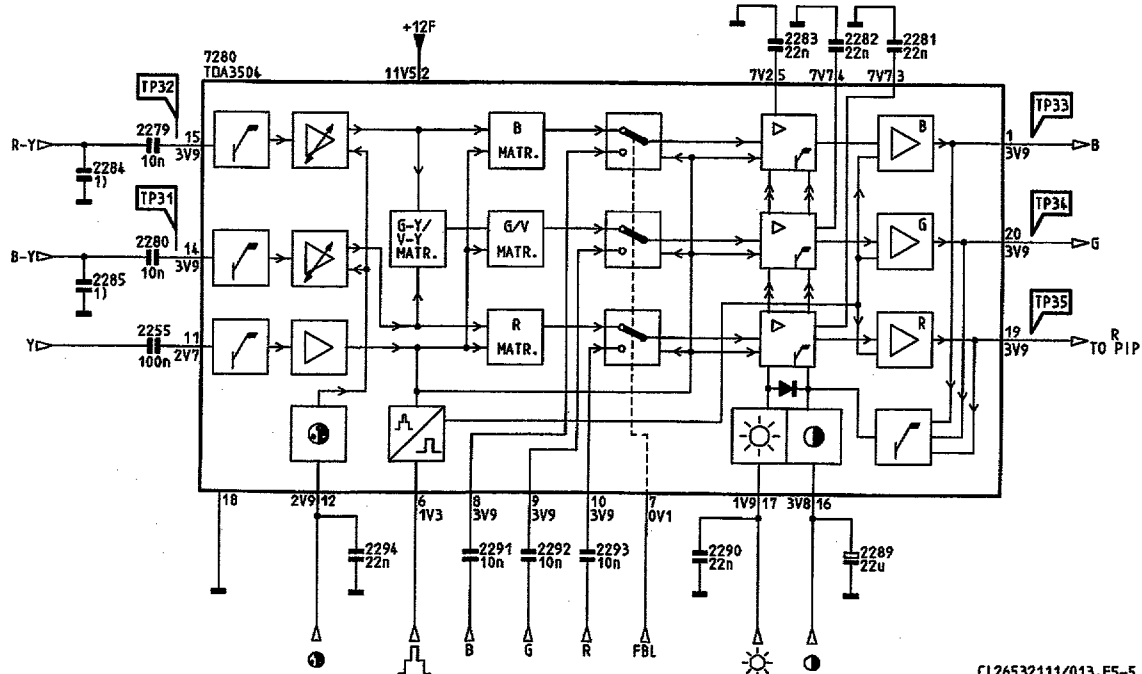

Fig. 5.5
5.4 Il Videocontroller (Fig. 5.5)